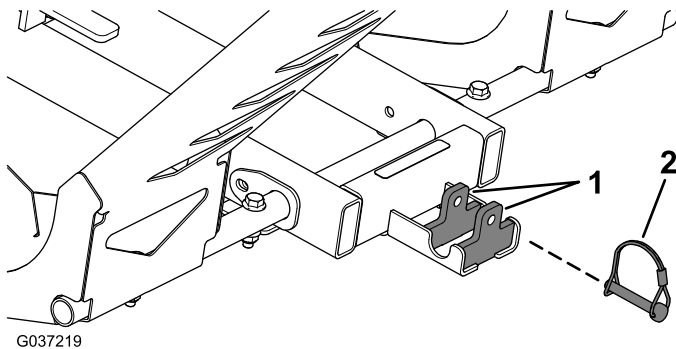

Bild 15
3. Den Ständer des Handstreuwagens so ausrichten, dass dieser zwischen den Laschen der Ständerhalterung am Rahmen aufliegt (Bild 15).
4. Befestigen Sie den Handstreuwagen auf dem Befestigungsrahmen mit einem Rastbolzen (Bild 15).